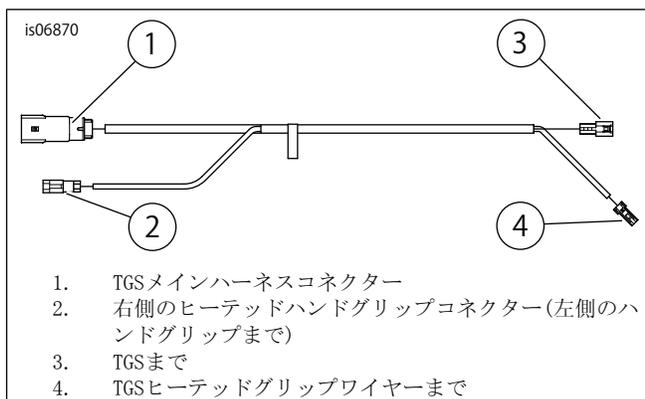

図3。TGSジャンパーハーネス
- 「図3」を参照。新しいTGSジャンパーハーネスをTGSに取り付けます。
- コネクタ (3) をTGSハーネスに接続します。
- コネクタ (4) をヒートッドグリップコネクタに接続します。